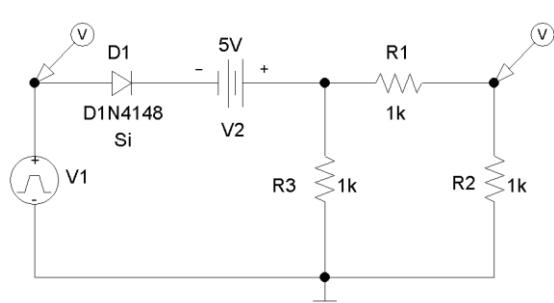

Figura 4.
**Questão 4** – No circuito limitador da Figura 4, a tensão  $v_1$  é uma onda triangular de  $15\text{ V}_{pp}$ , em  $20\text{ kHz}$  e o diodo é de Silício, com  $V_F = 0,7$  V.